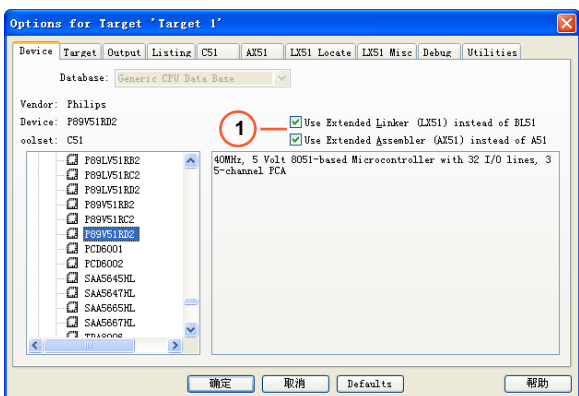
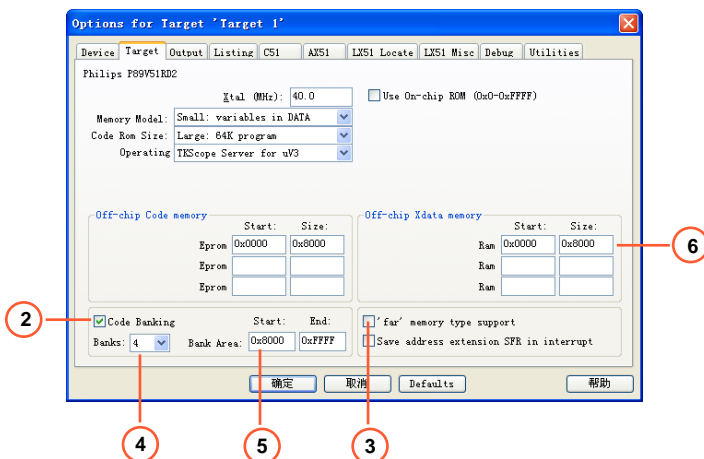
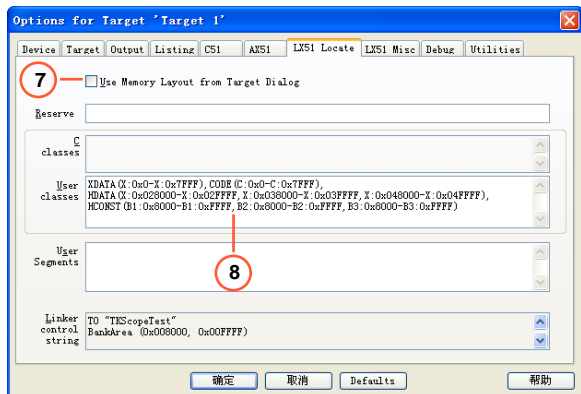

图 8.1 Bank 功能参数设置界面 1
图 8.2 Bank 功能参数设置界面 1
图 8.3 Bank 功能参数设置界面 3
**1** 选择【Project】菜单下【Options for Target】选项或点击快捷图标，进入如图 8.1 所示的界面。
**2** 点击图 8.1 中的【Target】选项，进入如图 8.2 所示的界面。
**3** 点击图 8.1 中的【LX51 Locate】选项，进入如图 8.3 所示的界面。